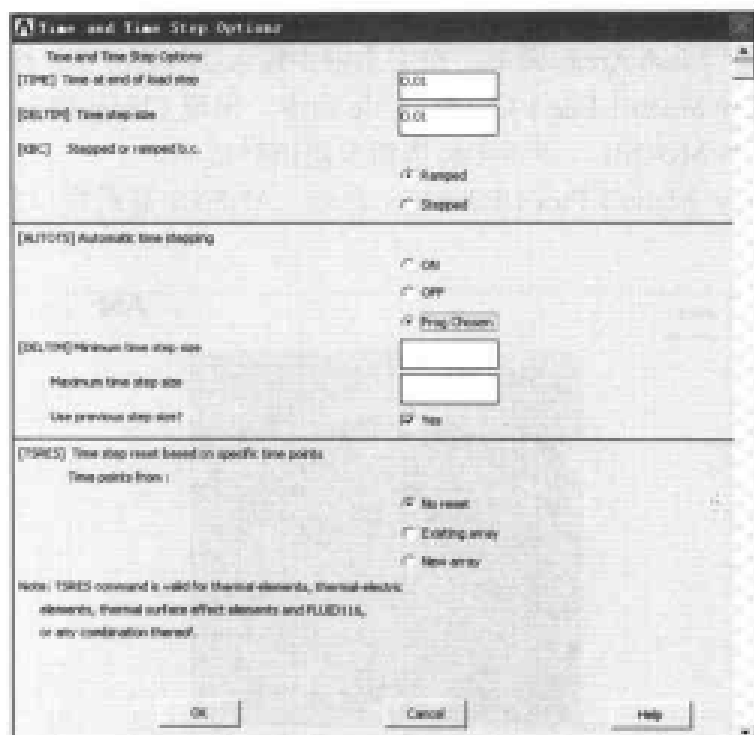

图 10-16 时间和步长设置对话框
(2) 选择 Utility Menu | Select | Everything 命令。
(3) 选择 Main Menu | Solution | Load Step Opts | Time/Frequenc | Time-Time Step 命令, 出现 Time and Time Step Options 对话框, 参照图 10-16 对其进行设置, 单击 OK 按钮关闭该对话框。